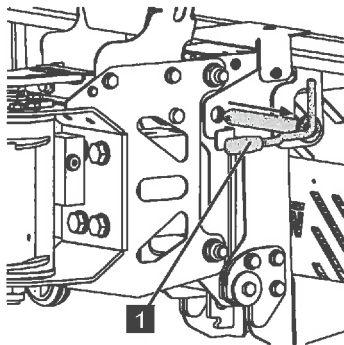

Abb. 155
5. Korbbolzen (Abb.155/1) herausziehen.